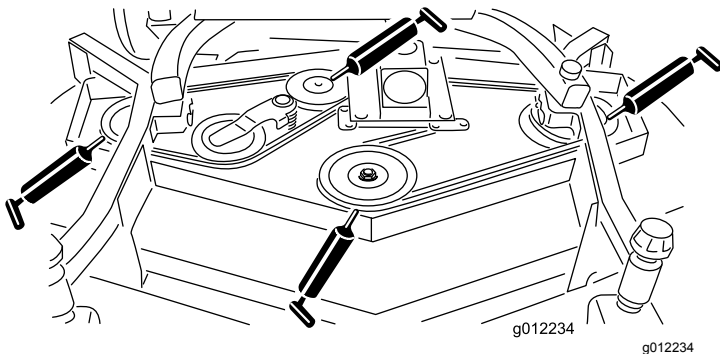

Bild 21
- Spindelwellenlager (3) (unter der Riemenscheibe) (Bild 21)
- Lager der Spannarmwelle (Bild 21)